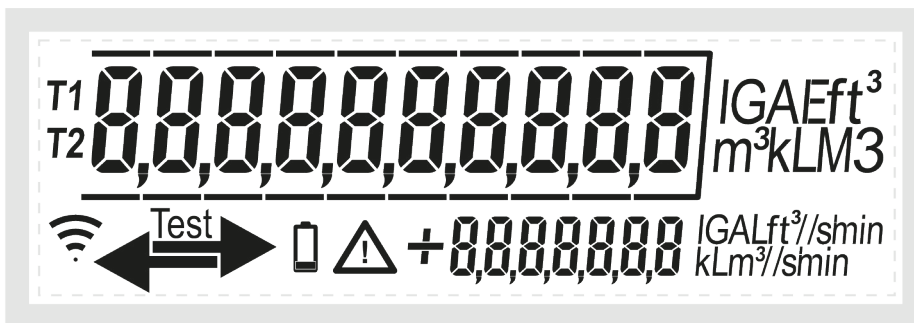

Abb. 18: Schema aller auf dem Display von sonico® EDGE sichtbaren Segmente
2. Alle Segmente ein, d.h. alle Symbole leuchten wie in Abb. 18 (min. 1 s)